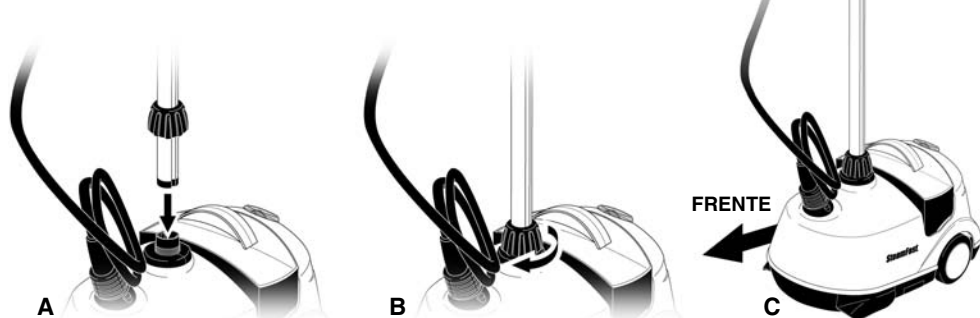

FIGURA 2
1. Inserte la sección 4 del tubo telescópico dentro de la base localizada en el equipo (FIGURA 2-A).
2. Apriete el tubo girándolo al sentido de las manecillas del reloj (FIGURA 2-B).
**NOTA: Para equilibrar la unidad apropiadamente, alinee el tubo telescópico para que el tapón superior este enfrente a la salida de la manguera localizada en el equipo (FIGURA 2-C). La Base despachadora de vapor o plancha estará en el lado opuesto (ver página 8 para más detalles).**